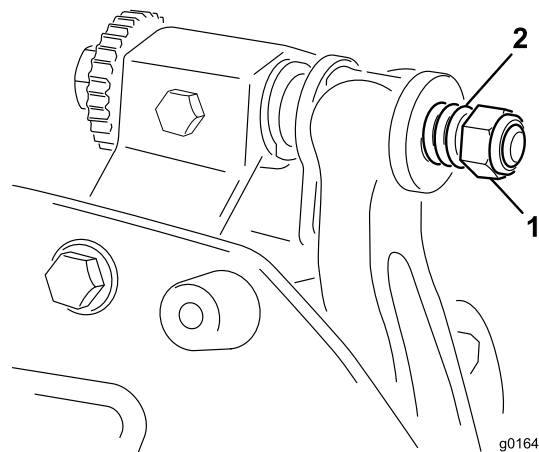

图 22
6. 旋紧弹簧加压螺母直到弹簧完全压紧然后往回松开 $\frac{1}{2}$ 圈 图 22。